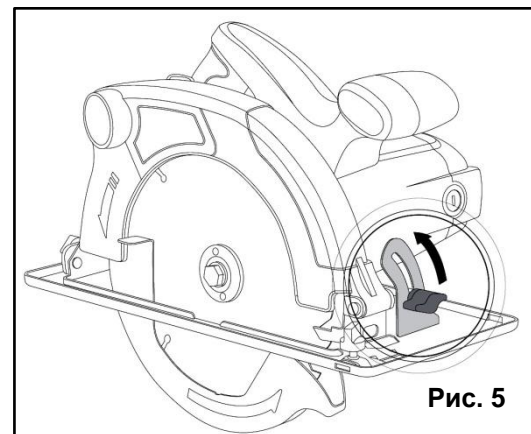

Рис. 5
- Ослабить зажимные винты (8).
- Установить желаемый угол резания, согласно показаниям шкалы линейки угла наклона корпуса (6).
- Затянуть зажимные винты (8) (См. Рис.5)